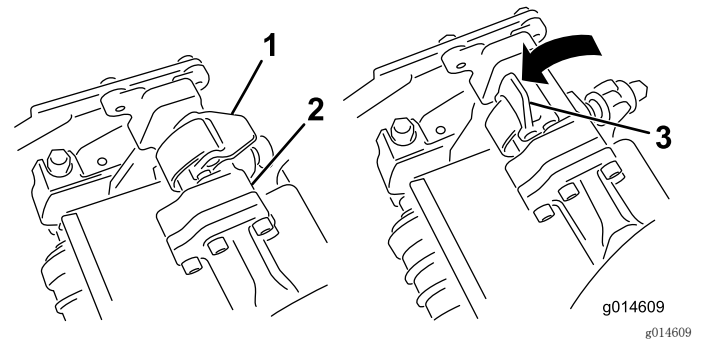
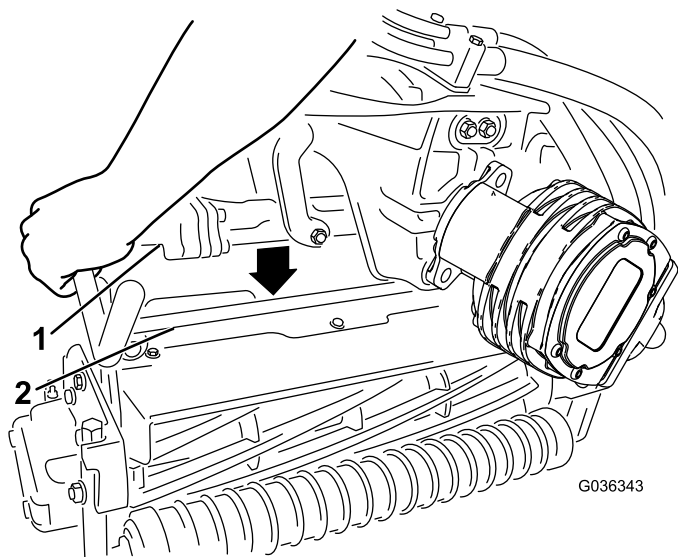

图31
图32
4. 当悬挂臂杆上的门锁指向上方（即打开）时（图31），向下压悬挂臂，使悬挂臂杆与滚刀组上方的支架相契合（图32）。
5. 向下并绕着滚刀组横杆关闭闩锁，将它们锁定到位（图31）。
5. 打开您正在拆下的滚刀组悬挂臂上的门锁（图31）。